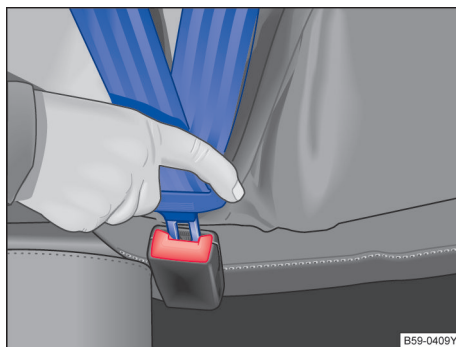

图 32 安全带锁扣和插口
- 将锁舌插入所属座椅的安全插锁内，下压，直至听到啮合声→图 32。安全带锁舌被锁扣锁止。